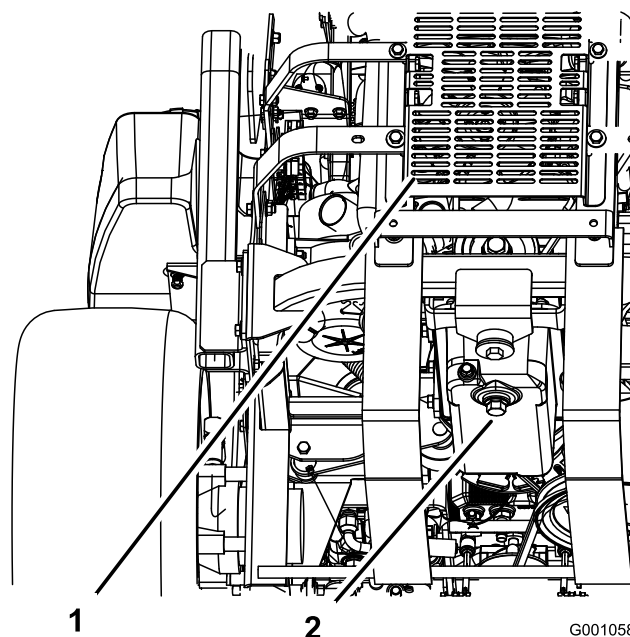

Figura 36
5. Collocate una bacinella sotto lo spurgo dell'olio. Togliete il tappo dell'olio e lasciate defluire completamente l'olio (Figura 36).